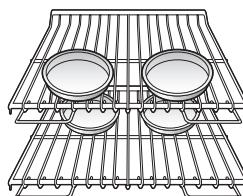

Figura 1
- Si debe utilizar varios estantes en el horno inferior, coloque los estantes en la posición C(un estante) y E(un estante). Coloque las bandejas tal como se muestra en la Figura 1.